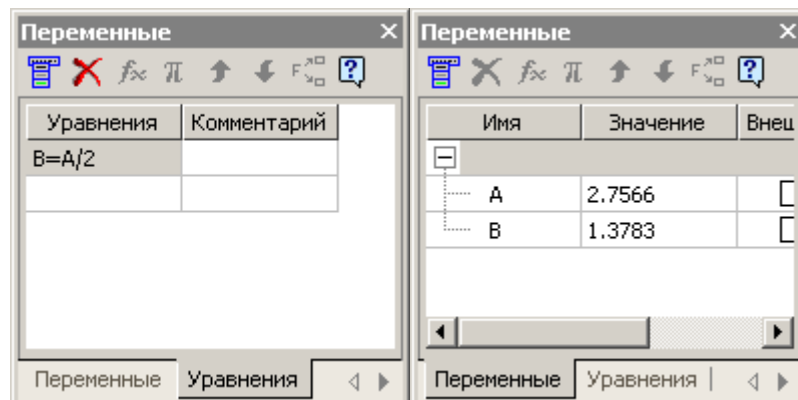

Рисунок 5.22 – Введення залежності змінної **B** відносно **A**
11. Задаємо залежність змінної **B** відносно **A**. Для цього викличіть команду **Змінні** зі стандартної панелі інструментів , яка з'явився поруч із деревом побудови. У вікні – **Змінні** відображаються поточні значення наших змінних. Зайдіть на вкладку **Рівняння** і введіть рівняння $B = A/2$ (рис. 5.22).